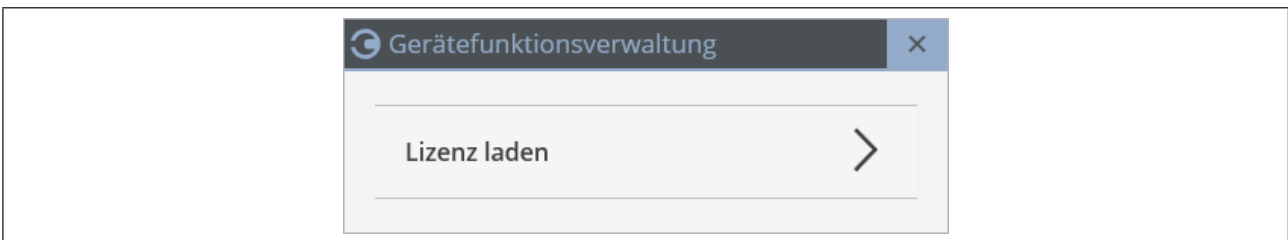

Fig. 33: Load licence
- **Load licence** (see „Fig. 33: Load licence“)